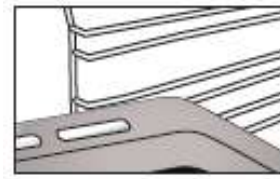

Fig. 2
2. Pour les autres accessoires, tels que la lèchefrite et la plaque à pâtisserie, l'introduction s'effectue de la même manière que pour la grille (Fig. 2).